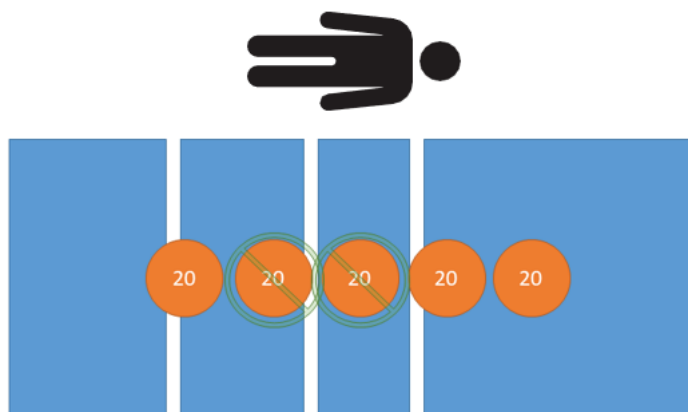

Figura 29 – Ensaio de tara - 60 kg líquidos
4. Utilizando pesos calibrados, coloque 60 kg no produto (Figura 29).
10. Utilizando pesos calibrados, coloque 60 kg no produto (Figura 29).